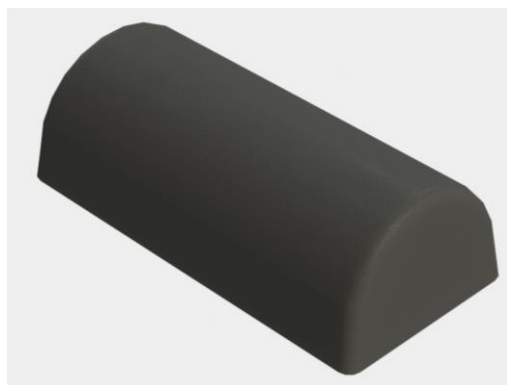

Рисунок 16. Подушка полукруглая.
8. Подушка полукруглая (опция). (Рисунок 16). Размеры (ДхШхВ) 374х180х115.